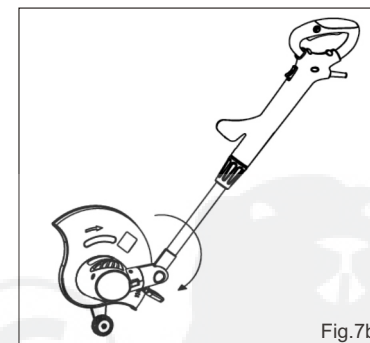

Fig.7b
(2) Tournez le tube de 87° jusqu'à ce qu'il se verrouille dans le mode "taille" (Fig. 7b).